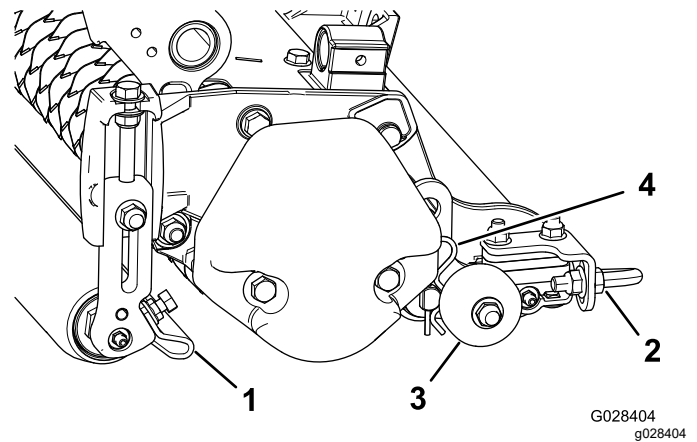

Bild 11
1. Lösen Sie die Bundmuttern, mit denen die Rollenabstreifer befestigt sind (**Bild 11**).
Wichtig: Bevor Sie den Vertikutierer auf den Werkstattboden absenken oder von der Zugmaschine entladen, senken Sie die Transportrollen (**Bild 11**) ab, damit die Messer nicht mit der befestigten Oberfläche in Berührung kommen.